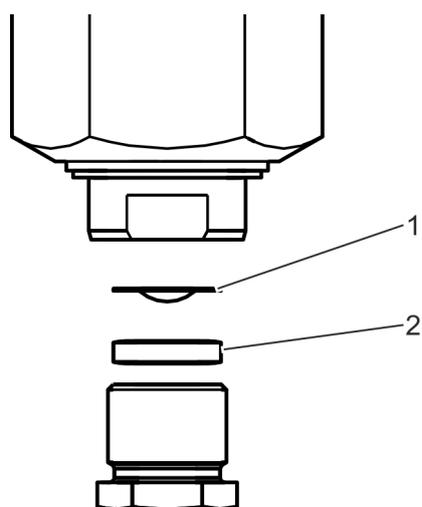

Fig. 21: Reemplazar el disco de ruptura (en la figura, disco de ruptura en perfecto estado)
- 13.** ▶ Desmonte el anillo de apriete (Fig. 21/2) y el disco de ruptura defectuoso (Fig. 21/1).